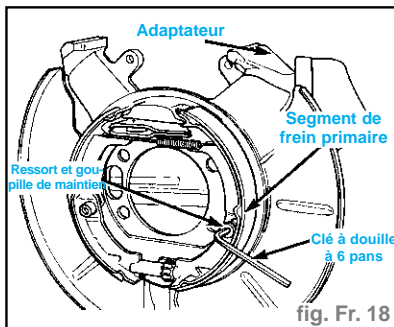

fig. Fr. 18
- Déposer le ressort et la goupille de maintien du segment primaire (fig. Fr. 18).
- Poser le ressort et la goupille de maintien sur le segment primaire (fig. Fr. 18).